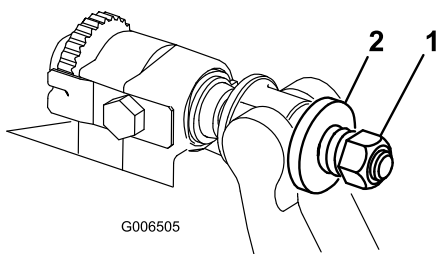

Рисунок 23
6. Затяните гайку натяжения пружины, чтобы пружина полностью сжалась, затем отверните ее на 1/2 оборота (Рисунок 23).